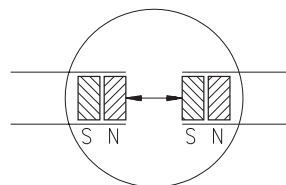

Abb. 19: Ermittlung der Polarität. Ansetzen des Magnetbandes
- Vor dem Ansetzen die Polarität überprüfen. Die beiden Enden müssen sich anziehen (ggfs. Kompassnadel benutzen). Falls gleiche Polarität, ein Band um einen halben Polabstand kürzen (Abb. 19).